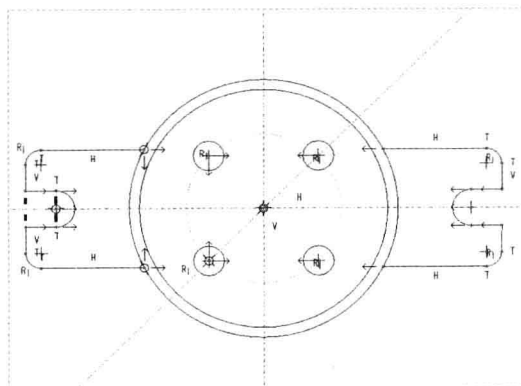

图 13-57 相等约束图形
Step 17 在“功能区”选项板的“草绘”选项卡中，单击“约束”面板中的“相等”按钮，在绘图区最小的圆和 4 个圆角上依次单击鼠标左键，相等约束圆角对象，如图 13-57 所示。